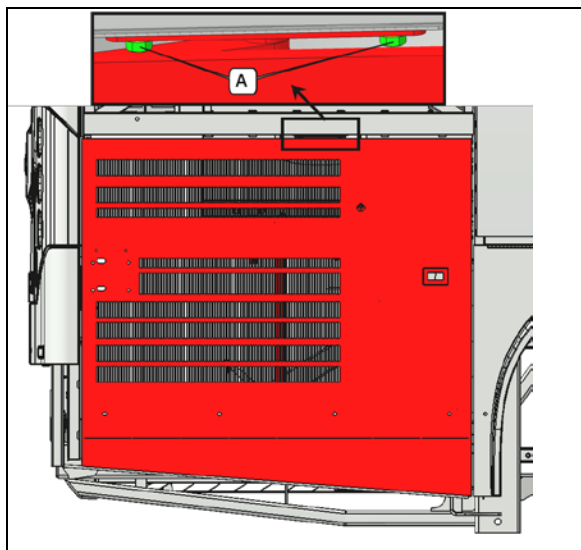

Figure 50:
2. Assurez-vous que les boulons A sont bien serrés (Figure 50:).